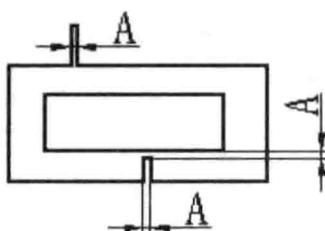

图 1-8 冲切件避免过长悬臂狭槽
(1) 冲切件原则
- 冲切件形状原则。冲切件的形状应尽量简单，避免冲切件上的过长的悬臂狭槽，如图 1-8 所示。